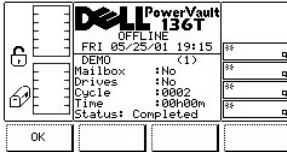

Figure 109. Service > Library > Exercice > Demo Using Cycles > Dialogue Execution
- 1 Si la touche de fonction **OK** est enfoncée, les valeurs du champ sont appliquées et la fonction Demo est lancée. Reportez-vous à la Figure 109.
Une fois les cycles terminés, les résultats des tests s'affichent. Reportez-vous à la Figure 109.